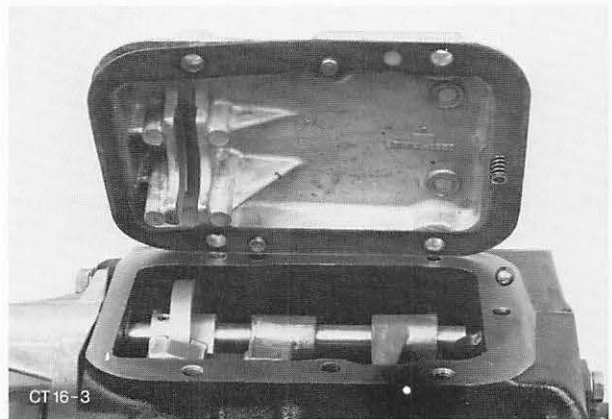

Abb. 119 Deckel anbauen, dabei auf Kugel und Druckfeder achten
58. Kugel-Schaltarretierung und Druckfeder mit Fett in den Deckel bzw. Gehäusebohrung einsetzen, Abb. 119. Deckel mit neuer Dichtung montieren und Schrauben mit vorgeschriebenem Drehmoment festziehen.